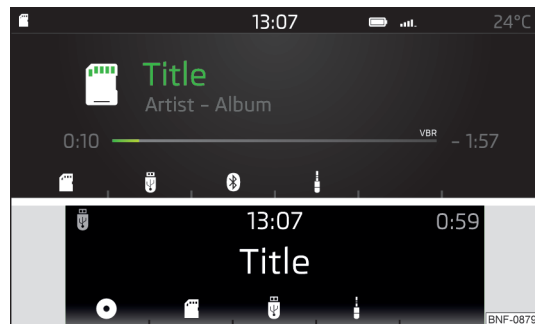

Fig. 102
- Para **selecionar a fonte de áudio no menu principal** *Média*, premir a tecla  e selecionar a fonte desejada por meio das teclas de função » Fig. 102.